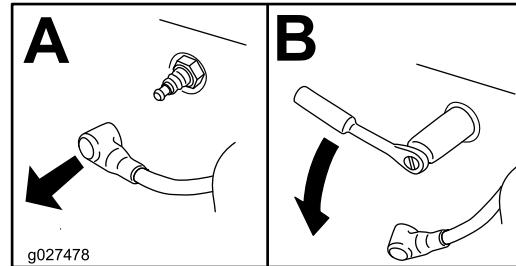

Bild 48
- Nehmen Sie die Zündkerze heraus (Bild 48).